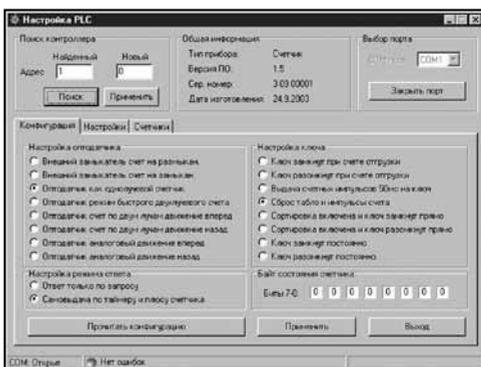

Рисунок 6. Страница «Конфигурация»
7.5 При обнаружении счётчика на экране появляется окно рисунок 6, в котором в секции «Общая информация» указаны «Тип прибора» – счётчик, «Версия ПО», «Серийный номер» и «Дата изготовления».